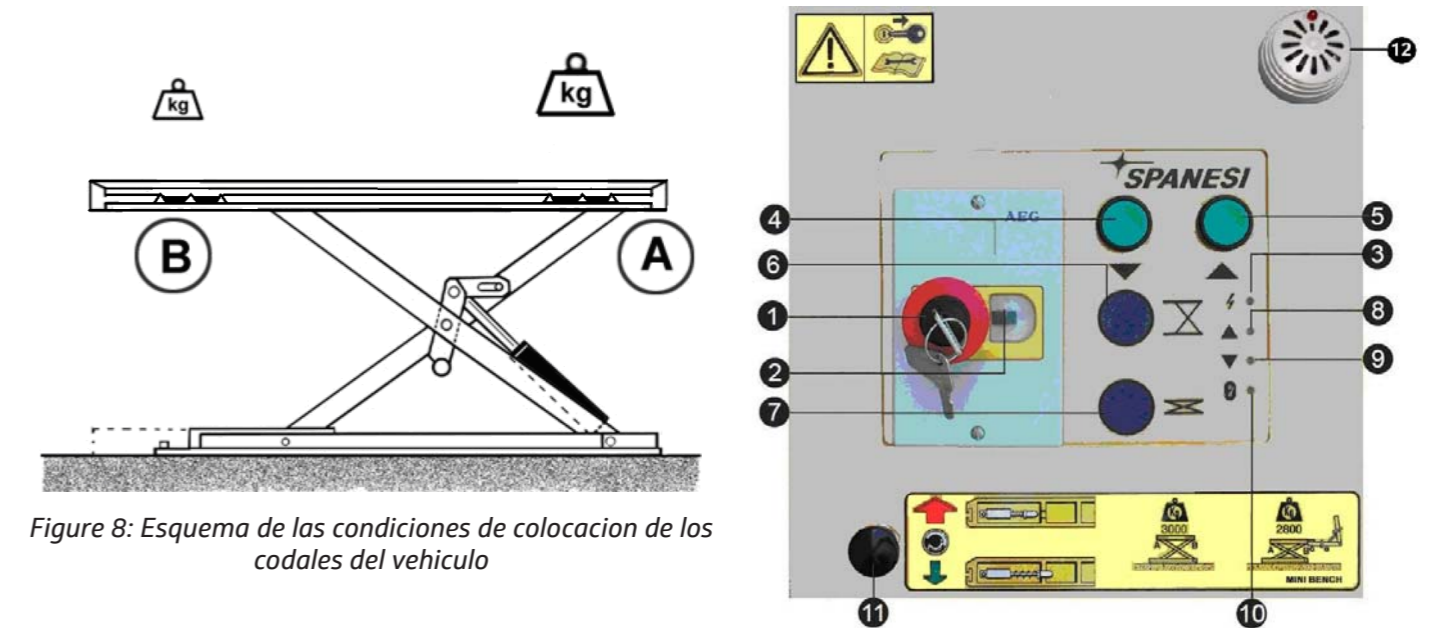

Figure 8: Esquema de las condiciones de colocación de los codales del vehículo
- Posicionar el vehículo en manera que el eje pesado esté en el lado -A- del elevador (fig.8).